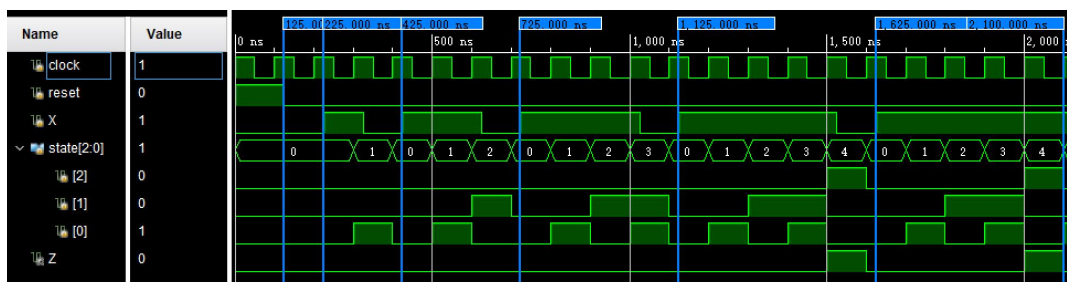

图 2 自动售货机的仿真结果
- i. 0 (图 2 中标记 1-标记 2)：未投入硬币，状态保持 S_0 不变，输出为 0
- ii. 10(图 2 中标记 2-标记 3)：仅连续投入一枚硬币，状态变化为 $S_0 \rightarrow S_1 \rightarrow S_0$ ，输出为 0
- iii. 110 (图 2 中标记 3-标记 4)：连续投入两枚硬币，状态变化为 $S_0 \rightarrow S_1 \rightarrow S_2 \rightarrow S_0$ ，输出为 0
- iv. 1110 (图 2 中标记 4-标记 5)：连续投入三枚硬币，状态变化为 $S_0 \rightarrow S_1 \rightarrow S_2 \rightarrow S_3 \rightarrow S_0$ ，输出为 0
- v. 11110 (图 2 中标记 5-标记 6) : 连续投入四枚硬币, 状态变化为 $S_0 \rightarrow S_1 \rightarrow S_2 \rightarrow S_3 \rightarrow S_4 \rightarrow S_0$, 前四个状态输出为 0, 状态为 S_4 的时候输出为 1
- vi. 11111 (图 2 中标记 6-标记 7) : 连续投入五枚硬币, 状态变化为 $S_0 \rightarrow S_1 \rightarrow S_2 \rightarrow S_3 \rightarrow S_4 \rightarrow S_1$, 状态为 S_4 的时候输出为 1, 其余的时候输出为 0